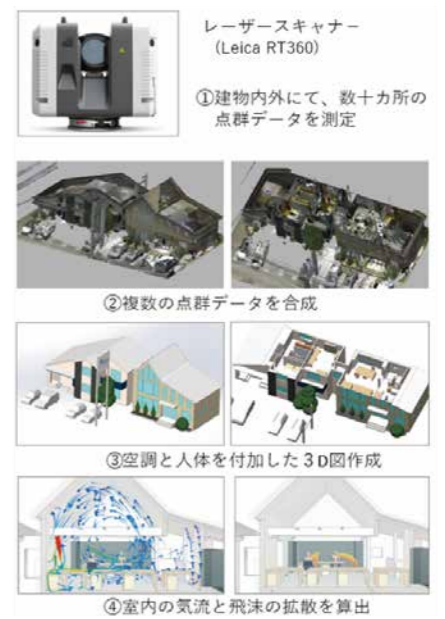

図1 飛沫可視化システムの作業手順
図1に示す本システムは、レーザースキャナー①により対象物の複数カ所の点群データを撮影後、これらの点群データを合成することで建物全体の空間モデル②を作成します。これを基に空調および人体モデルを付加した3Dモデル③を作成し、CFDによる室内の気流および温度のシミュレーションを行うとともに、人体モデルから発生した飛沫の拡散シミュレーションを行います。オフィスを対象にした計算結果の例を④に示します。このように建物内に浮遊する飛沫の拡散経路、数、付着場所および浮遊時間などを可視化し、室内空間における感染症対策に対する課題を抽出します。さらに、換気や空調により外気吸入を行う場合や空気清浄機を設置する場合は、空気浄化率の非常解析(時間と共に換気率が変化する状況の可視化解析)を行い換気率、外気吸入率、空気浄化時間などを検証します。